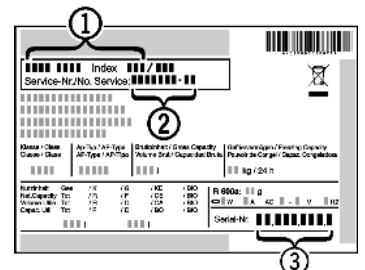

Fig. 41
- ▶ Считать обозначение устройства Fig. 41 (1), сервисный номер Fig. 41 (2) и серийный номер Fig. 41 (3) с заводской таблички. Заводская табличка находится внутри устройства слева.